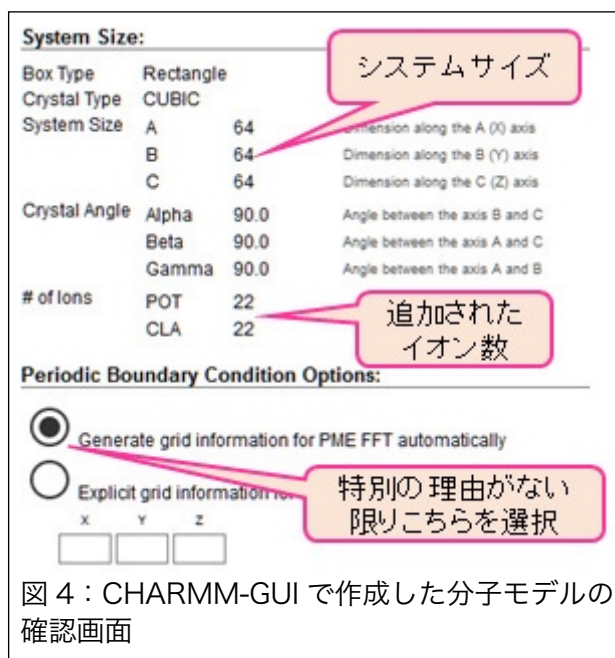

図 4 : CHARMM-GUI で作成した分子モデルの確認画面
8. システムの確認画面となる。システムのサイズ、イオンの数などを確認する。下の Periodic Boundary Condition Options に関しては、特別の理由がない限り変更させない。（図 4）